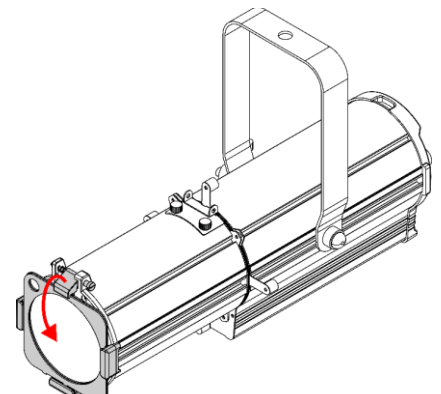

Fig. 08
- 04) Abbassare il **fermo del portagelatina (06)** verso il basso per rilasciare la **vite a molla (07)** (vedere Fig. 08). La cornice cromatica viene bloccata in posizione.